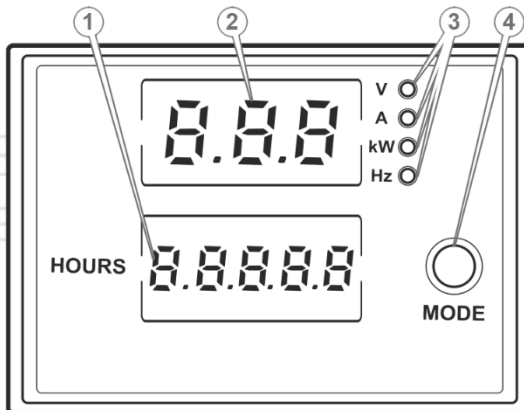

Рисунок 8. Дисплей виробу
Для вибору потрібної вихідної характеристики показника електромережі генераторної установки, необхідно послідовно натискати на кнопку «MODE» (4) (див. рисунок 8) з контролем загорання індикаторів (3), доки не зупиниться навпроти потрібної позначки («V»; «A»; «kW»; «Hz») після чого на цифровому дисплеї (2) буде зображення поточного значення обраного показника. Мотогодини відображаються на цифровому дисплеї (1).